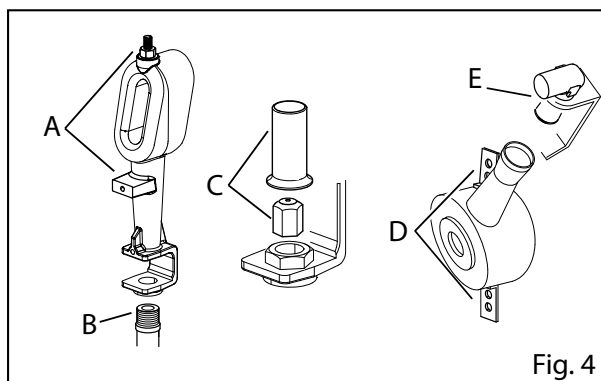

Fig. 4
- Soltar o parafuso da tomada de pressão (Fig. 4);
- Desatarraxar o suporte e a conexão da alimentação (Fig. 4/A+B)
- Desmontar o Venturi e o bico do queimador a substituir (Fig. 4/C).
- Desaparafusar os parafusos de fixação do queimador (Fig. 4/D) e a conexão da alimentação (Fig. 4/E)